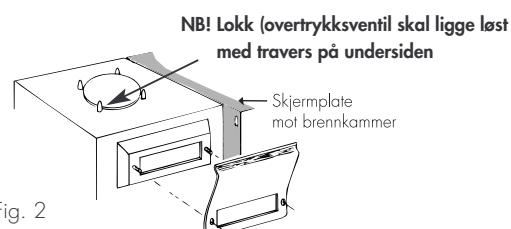

Fig. 2
- Flensen som er med i monteringssettet settes inn på pinneskrue ved brennkammerets røykuttak (se fig. 2).